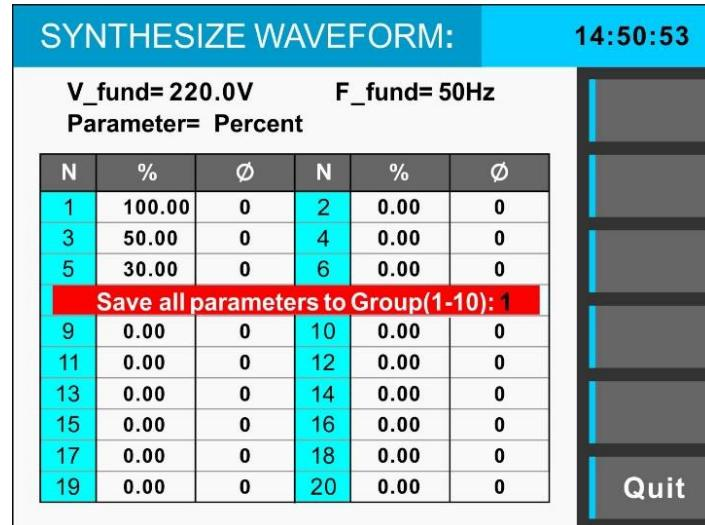
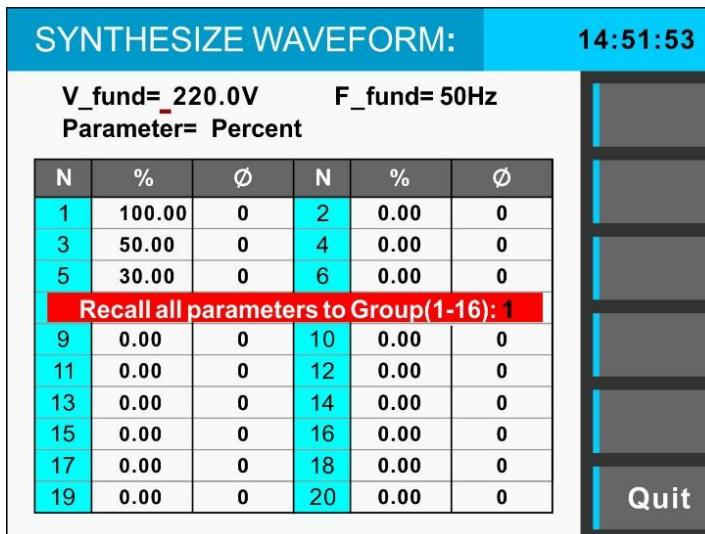

图3-19 谐波合成模式下save界面
图3-20 谐波合成模式下recall界面
- 3) 根据表3-5中的约束规则分别设定各次谐波的相关参数, 注意: 每一个设定结果均需按下**ENTER**键进行保存。页面默认设定为1~20次的谐波, 按下“Pg Dn”右侧的功能键即可显示21~40次谐波的设定。设定完成后可通过“Save”功能键将当前设定波形保存为一个组, 如图3-19所示。同样的, 也可通过“Recall”功能键来调用已存储的某一组波形数据, 如图3-20所示。设备里面已存好, 第11--16组6组内建波形, 可以供用户直接调用, 具体参数和波形见附件。